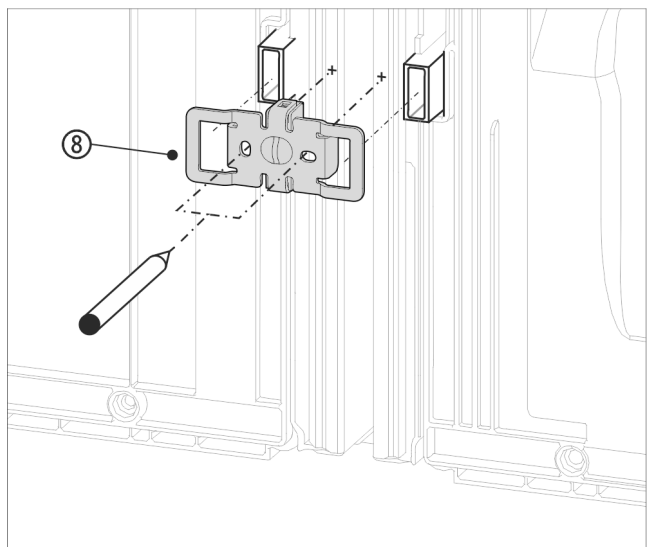

Fig. 16 Illustrationen är ett exempel
- ▶ Tryck fast vinkel Fig. 16 (8) med uttagen över intaget för väggavståndshållaren.